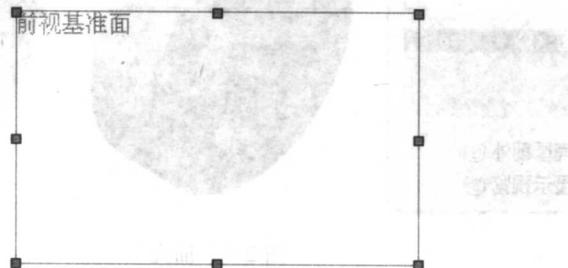

图 2-4 前视基准面
STEP2 选取前视基准面为绘图基准平面，如图 2-4 所示，进入草图环境。